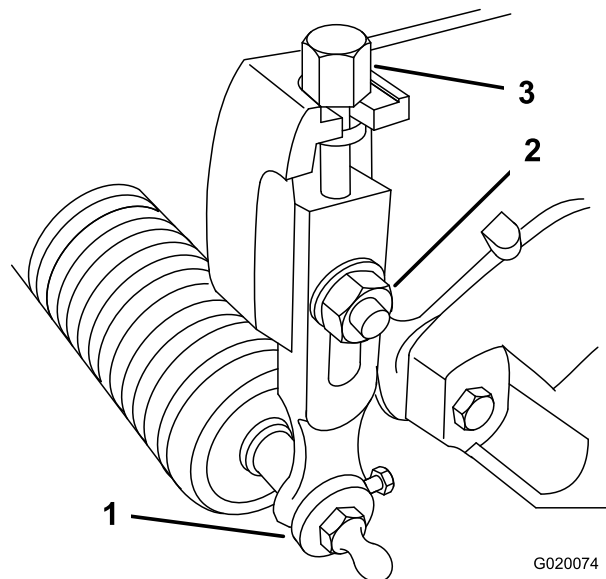

Figura 18
1. Allentate i dadi di bloccaggio che fissano i bracci dell'altezza di taglio sulle piastre laterali dell'apparato di taglio (Figura 18).